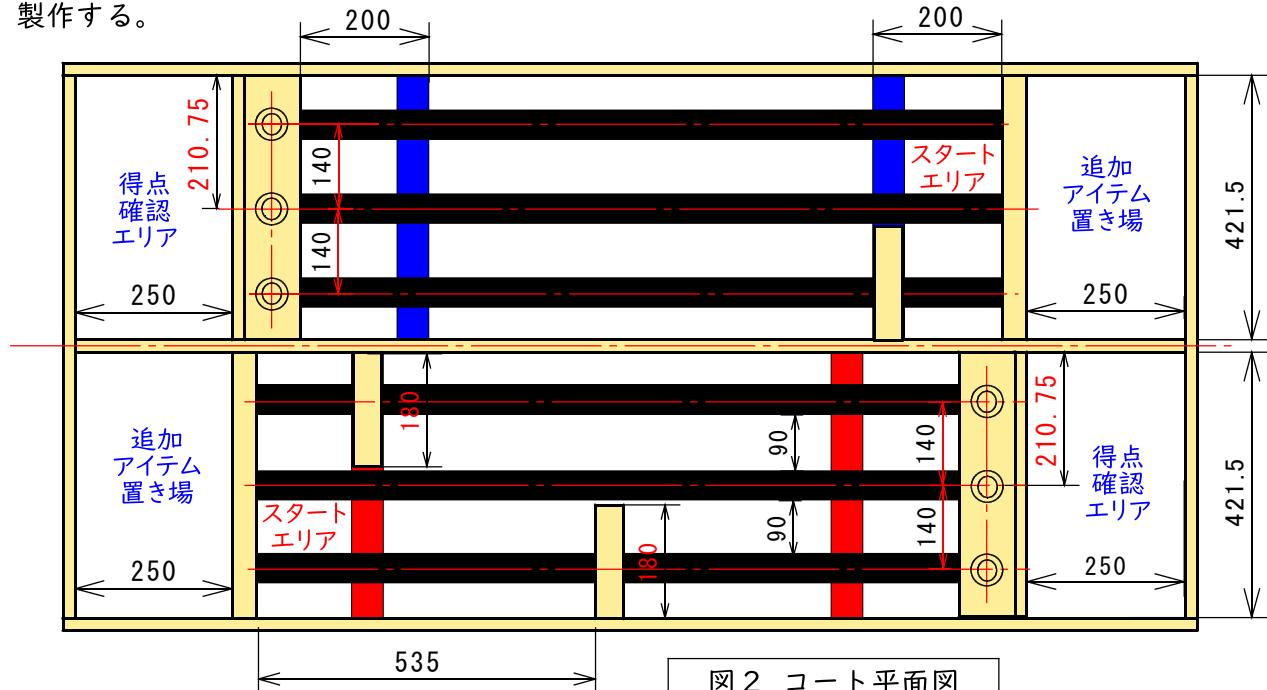

図2 コート平面図
- ・赤・青・黒の幅50のクラフトテープを利用し、図2に示す位置にラインを引く。